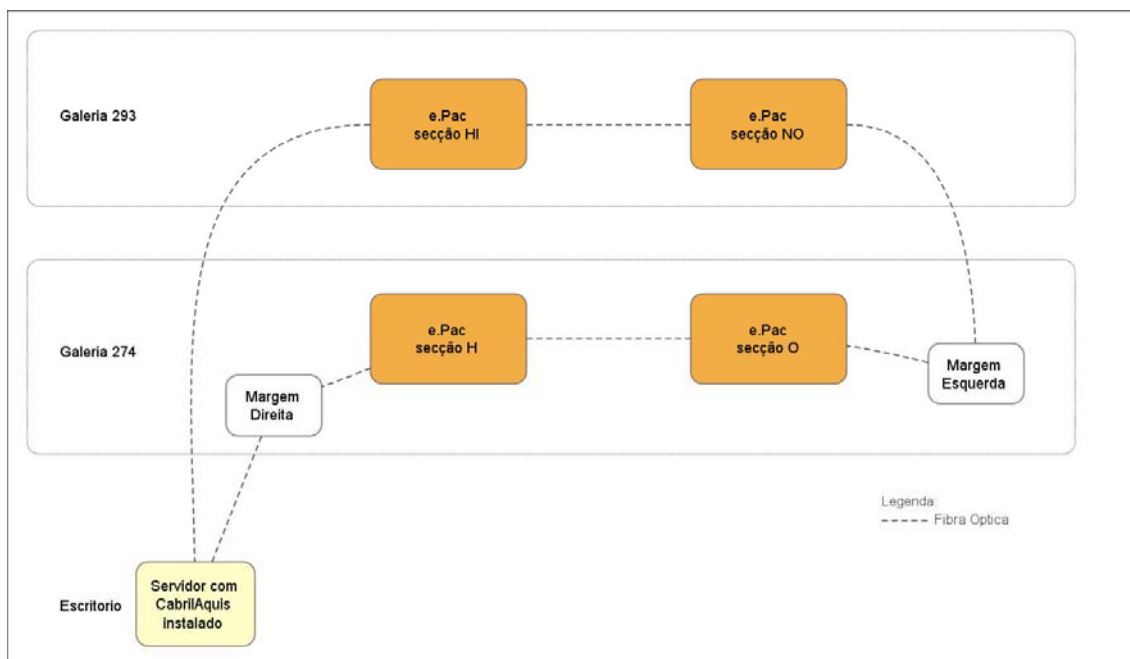

Fig. 2 Esquema geral da rede de aquisição de dados
O sistema de monitorização do comportamento dinâmico da barragem, é composto por quatro *e.Pacs*, instalados nas duas galerias superiores (dois posicionados na galeria situada à cota 293 e os outros dois na galeria à cota 274), que registam os dados provenientes da digitalização dos sinais medidos (através de *e.bloxx's* – módulos de medição analógica) pelos diversos acelerómetros uni-axiais (16) e tri-axiais (3), LVDT's (2) e extensómetro (1). Estes *e.Pacs* comunicam com o servidor onde está instalado o CabrilAquis através de uma rede tcp/ip com topologia física em anel utilizando fibra óptica. Na Fig. 2 , pode-se observar o esquema geral da rede: